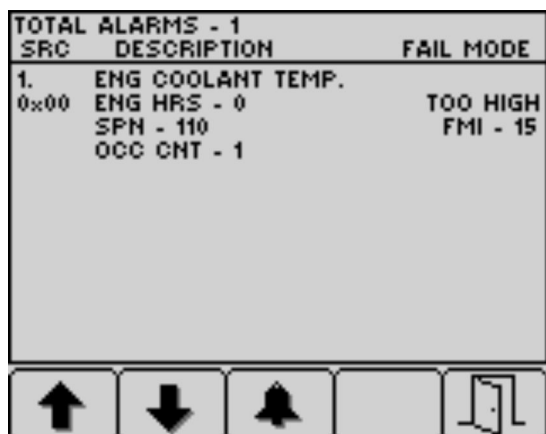

Figure 80
4. Appuyez sur le bouton 5 pour quitter la liste des anomalies actives et retourner à l'écran d'accueil (Figure 80).
5. Appuyez sur le bouton 5 pour quitter la liste des anomalies actives et revenir à l'écran d'accueil ; voir la Figure 80 sous Messages d'avertissement du moteur (page 50).